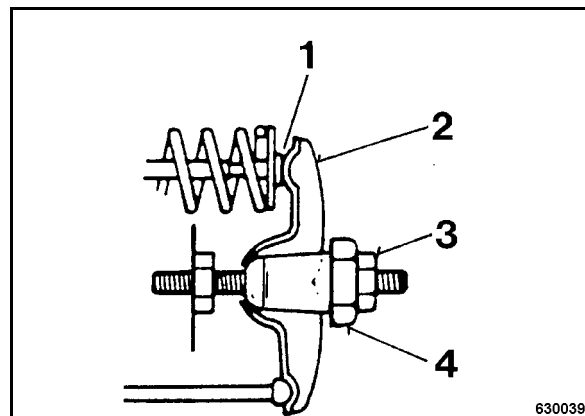

рис. 50
- Удерживать шестигранную гайку (4) (рис. 50) на коромысле и ослабить контргайку (3).
- Повернуть шестигранную гайку (4) коромысла так, чтобы находящийся между коромыслом и стержнем клапана (1) щуп после последующего затягивания